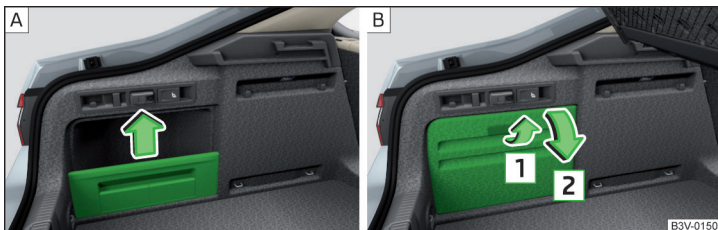

Abb. 149 Seitenablage herausnehmen / Seitenfach öffnen
- › Die Seitenfächer an den beiden Gepäckraumseiten öffnen und herausnehmen » Abb. 149 auf Seite 119 - **B**.
An den beiden Gepäckraumseiten befinden sich je nach Fahrzeugausstattung Seitenablagen » Abb. 149 -  oder abschließbare Seitenfächer » Abb. 149 - .
➤ Die Ablagefachabdeckung in Pfeilrichtung **abnehmen** » Abb. 149 - .
➤ Zum **Öffnen** den Griff in Pfeilrichtung  ziehen und das Fach in Pfeilrichtung  öffnen » Abb. 149 - . Das Fach kann herausgenommen werden.
- Die Seitenfächer an den beiden Gepäckraumseiten öffnen » Abb. 149 auf Seite 119 - **B**.